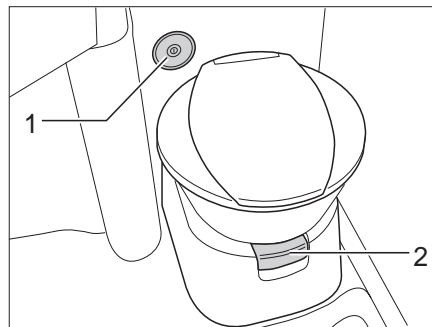
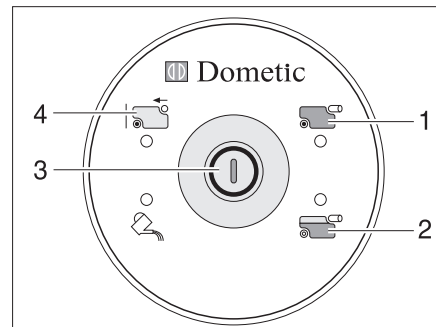

Fig. 258 Tazza del WC con centralina di controllo e di comando
Fig. 259 Centralina di controllo e di comando della toilette
Prima di utilizzare la toilette far scorrere un po' d'acqua nella tazza del WC. Premere il pulsante dello sciacquone (Fig. 259,3) sulla centralina di controllo e di comando (Fig. 258,2).
- Prima di tirare l'acqua, aprire il cursore della toilette. Sfilare la leva del cursore (Fig. 258,1).
- Per sciacquare premere il pulsante dello sciacquone (Fig. 259,3).
La spia di controllo (Fig. 259,2) è accesa se il serbatoio fecale è pieno a 3/4.
La spia di controllo (Fig. 259,1) si accende quando il serbatoio fecale deve essere svuotato.
- Aprire il cursore. Sfilare la leva del cursore (Fig. 258,1).
- Premere verso l'interno la leva del cursore (Fig. 258,1). Il cursore viene chiuso. Per svuotare il cursore della toilette **deve** essere chiuso.
- Rimuovere e svuotare il serbatoio fecale, come descritto nei paragrafi 12.8.4 e 12.8.5. Sulla centralina di controllo e di comando si accende l'indicatore "Serbatoio fecale estratto" (Fig. 259,4).